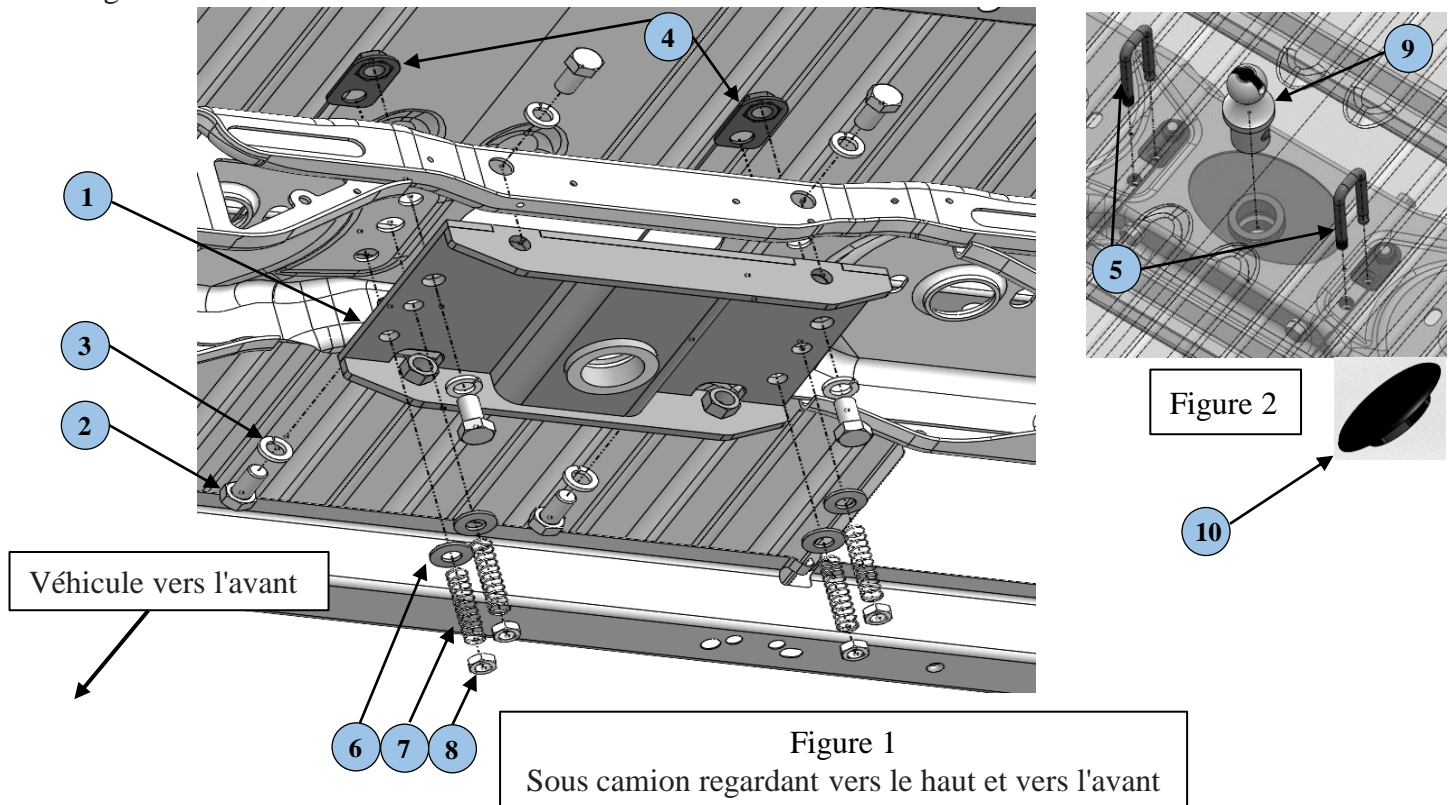

Figure 1
4. Sous le chariot, soulevez la tête (1) en position et fixez-la avec les boulons 3/4 ”(2) et les rondelles de blocage (3) fournis bien serrés à quatre emplacements horizontaux. (voir figures 1 et 2) Remarque: La tête a des écrous déjà soudés à l'intérieur.
7. Localiser et insérer l'ensemble de plaque d'écrou (4) pour les fixations de boulons verticaux, au-dessus de la traverse de camion et en dessous de la plate-forme de camion, typiques des deux côtés. Pliez la poignée du fil de l'assemblage de la plaque d'écrou au besoin et installez-la par l'avant de la traverse. L'ensemble de plaque d'écrou repose à plat sur la partie légèrement en retrait de la traverse de camion. (voir figures 1 et 2). Installez deux boulons verticaux 3/4 ”(2) et rondelles de blocage (3) à travers la tête et la traverse à l'assemblage de la plaque d'écrou (4).
10. Sous le camion, installez des rondelles coniques, des ressorts et des contre-écrous de 5/8" (voir figures 1 et 2). Avant de serrer les contre-écrous, soulevez les boulons en U de haut en bas de l'intérieur du lit pour assurer un bon fonctionnement. Sinon, agrandissez les trous, si nécessaire. Serrez les contre-écrous de sorte qu'un minimum de 3 fils soit visible au-delà des écrous.